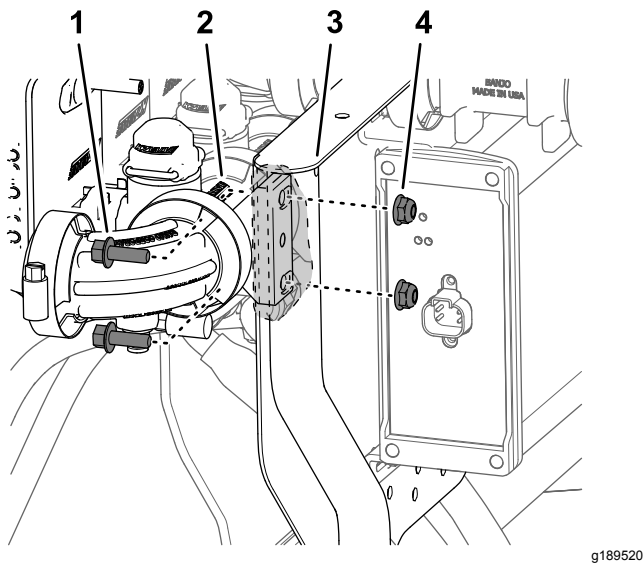

Figura 66
- Monte la válvula de boquilla 10 al soporte de las válvulas (Figura 66) con los 2 pernos con arandela prensada (1/4" x 3/4") y las 2 contratuercas con arandela prensada (1/4") que retiró en el paso 2 de Desmontaje de las válvulas de sección de los brazos del soporte del distribuidor (página 26).